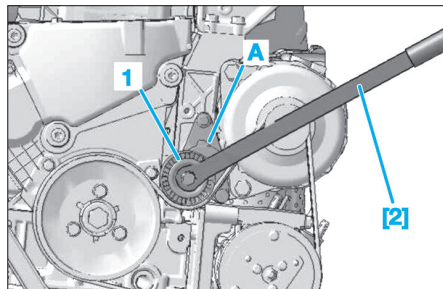

Fig. 30
- Agir sur le galet dynamique (1) à l'aide de l'outil [2], jusqu'à la mise en place de la pîge [3] dans le trou de pigeage "A" (Fig.30).